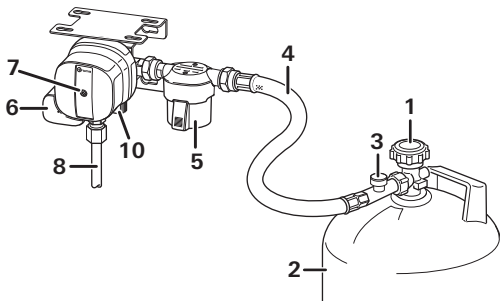

Figura 1a
- Collegare la bombola del gas (2) e assicurarsi che il raccordo del tubo flessibile sia in perfette condizioni.
- Aprire la valvola della bombola (1).
- Premere con forza la protezione antirottura (figura 1a – 3) sul tubo flessibile ad alta pressione per circa 5 secondi.
- Se il pulsante giallo di reset (7) non è premuto (posizione «non pronto per l'uso»), ripristinare il crash sensor.
- Chiudere la valvola (1) della bombola del gas vuota (2).
- Svitare il tubo flessibile ad alta pressione (4) dalla bombola del gas (2) e, se presente, rimuovere l'adattatore a innesto.
- Aprire la valvola (1) della bombola del gas piena.
- Premere la protezione antirottura del tubo flessibile (figura 1a – 3) ed eventualmente premere il pulsante giallo di reset (7), ruotarlo leggermente in senso orario e tenerlo premuto per 10 secondi.
- Avvitare il tubo flessibile ad alta pressione (4) specifico per paese all'ingresso del filtro gas (5) / di MonoControl CS e alla bombola (2 / o all'adattatore a innesto).